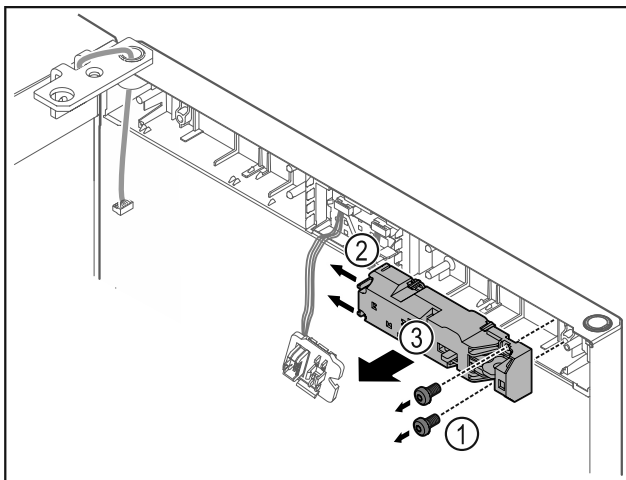

Fig. 20
- ▶ Îndepărtați Fig. 20 (1) șuruburile.
- ▶ Apăsăți ciocurile de fixare Fig. 20 (2) în lateral și detașați încuietoarea de la distanță Fig. 20 (3).